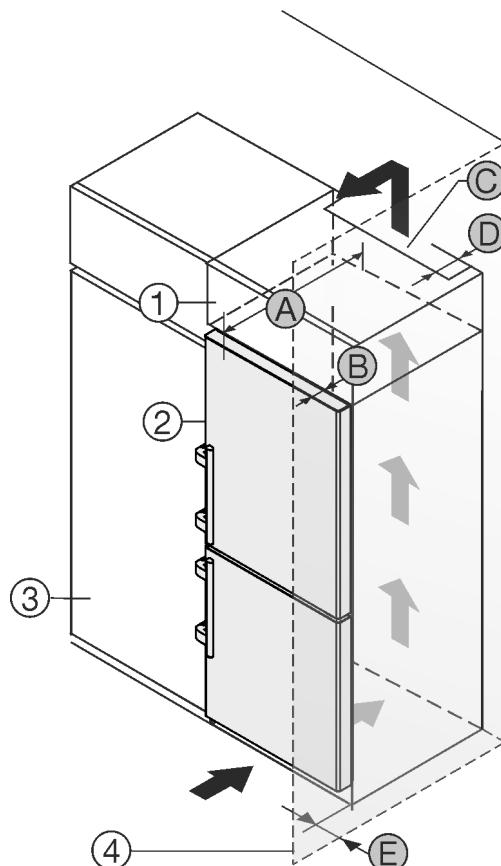

Fig. 2
Можете да поставите уреда непосредствено до кухненския шкаф Fig. 2 (3).*
От задната страна на шкафа-пристройка трябва да има вентилационен отвор с дълбочина Fig. 2 (D) по цялата широчина на шкафа-пристройка.*
Под тавана на помещението трябва да е спазено сечението за вентилация Fig. 2 (C).*
Когато уредът се поставя с пантите до стена Fig. 2 (4), разстоянието между уреда и стената трябва да е поне 57 mm. Това отговаря на разстоянието, с което дръжките стърчат при отворена врата.*
За да можете да отваряте вратата изцяло, уредът трябва да е издаден с дълбочината на вратата Fig. 2 (B) спрямо челото на кухненския шкаф. В зависимост от дълбочината на кухненските шкафове Fig. 2 (3) и използването на детайли за отстояние от стената, уредът може да излезе още по-напред.*